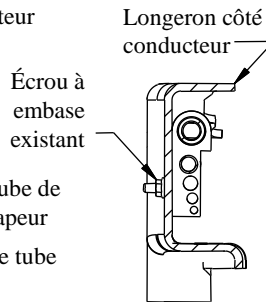

Figure 2c
- 2b. **Véhicules à moteur à essence seulement.** Le tube à vapeur qui court le long de la face intérieure du longeron de châssis côté conducteur doit être déplacé avant d'installer le support du côté conducteur (voir Figure 2b). Enlever l'écrou à embase de l'extérieur du cadre et le conserver pour usage ultérieur (voir Figure 2c). Faire pivoter les tubes vers le haut et de façon à libérer l'accès. Poser le support en L à l'aide de la visserie 1/4 po, comme illustré à la Figure 2d. Fixer le support en L au cadre, mais laisser du jeu au support des tubes pour faciliter l'installation du support en L. Le serrage final du support des tubes sur le support en L s'effectuera à l'étape 12.